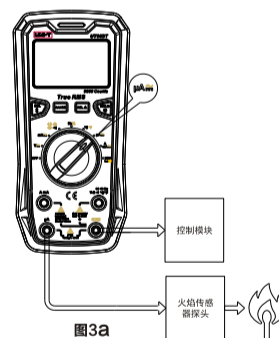

图3a
- A. μA 档可用于加热系统的火焰整流电路检测（见图3a）